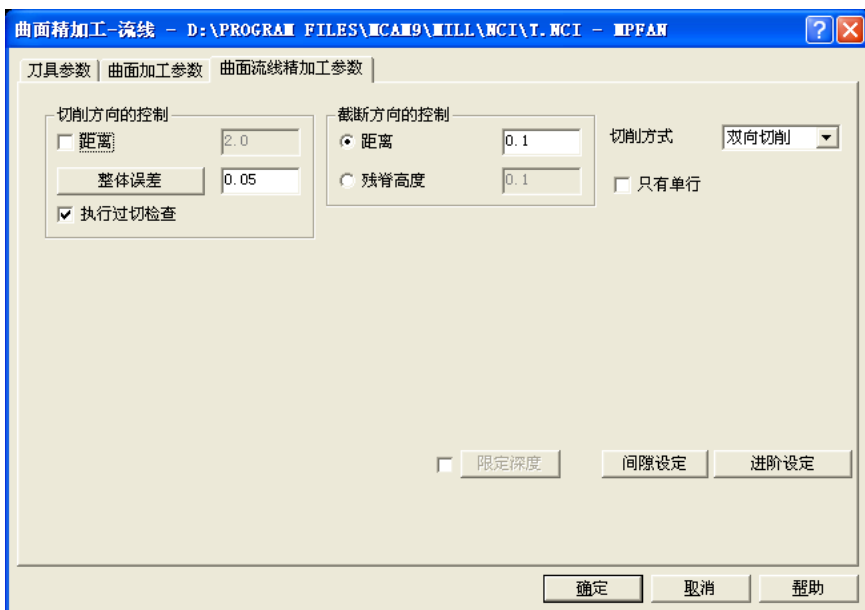
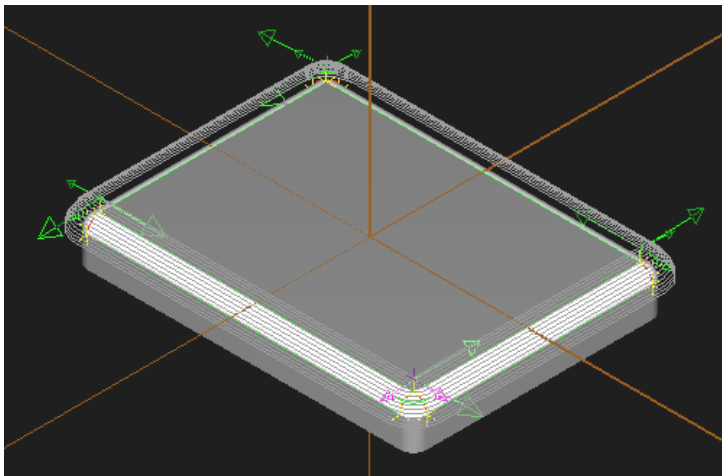
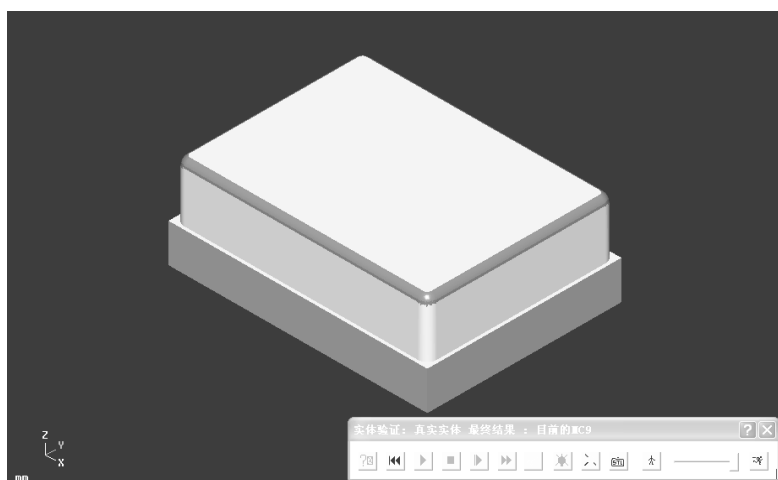

图 6-16 曲面流线精加工参数
图 6-17 切削方向的流线参数
图 6-18 福娃反面加工实体切削验证
5) 选择“曲面精加工一流线”，从刀库中选择 $\phi 6R1.5$ 的球刀，输入进给率：600、下刀速率：300、提刀速率：2000、主轴转速：3000，冷却液：喷油；在“曲面加工参数”选项卡中，参考高度和进给下刀位置等均同步骤 3)，加工的曲面选择全部的倒角面，预留量：0，其余默认；在“曲面流线精加工参数”选项卡中输入截断方向的控制的距离：0.1，其余默认，如图 6-16 所示。切削方向的流线参数如图 6-17 所示。设定工件毛坯 X80 Y60 Z30，工件原点 X0 Y0 Z0，实体切削验证如图 6-18 所示。将图形保存为 FUWA-B.MC9 文件。